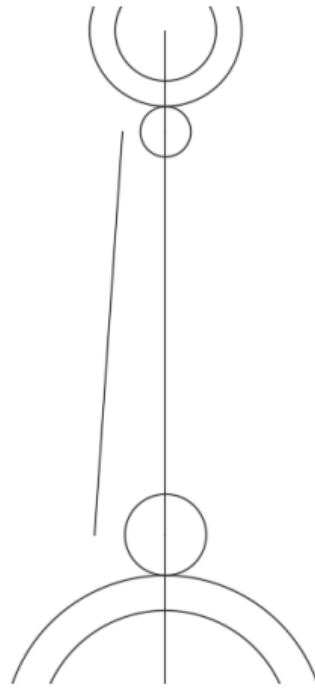

Figura 5.42. Paso 4 completado.
Paso 4: Se unen las líneas de referencia con otra línea, ya creada, borramos las líneas de referencia dejando la línea que unimos libre como se observa en la figura 5.42.